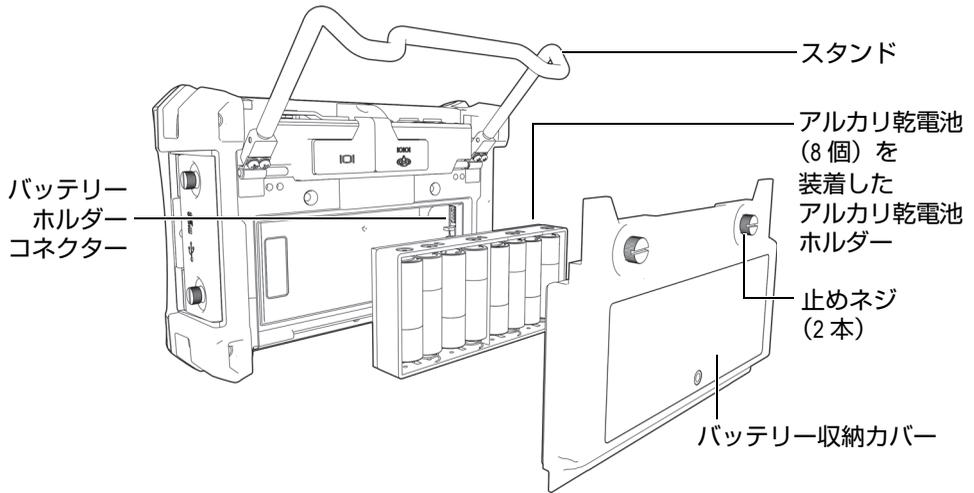

図 1-12 アルカリ乾電池ホルダー
1. NORTEC 600 のパイプスタンドを開きます (39 ページの図 1-12 を参照)。